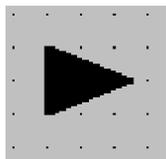

Рис. 8.5 Значок-символ насоса
5. Выберите объект "Polygon" ("Многоугольник") в каталоге объектов и создайте для значка-символа насоса треугольник приблизительно в форме, показанной на представленном ниже рисунке (Рис. 8.5).